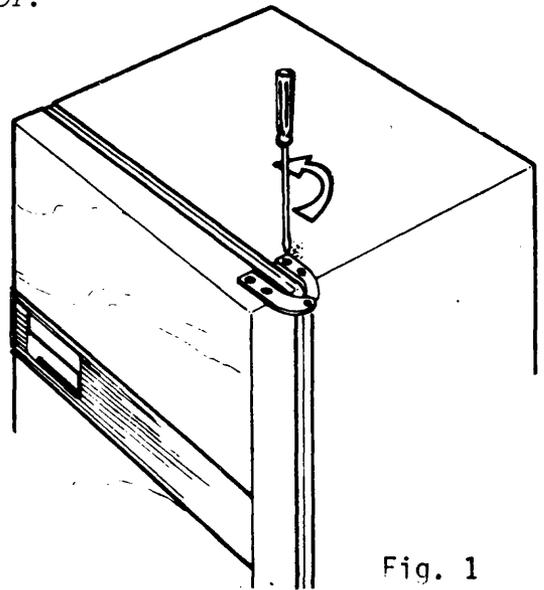

Fig. 1
- a Afloje los tornillos de la bisagra (fig. 1).